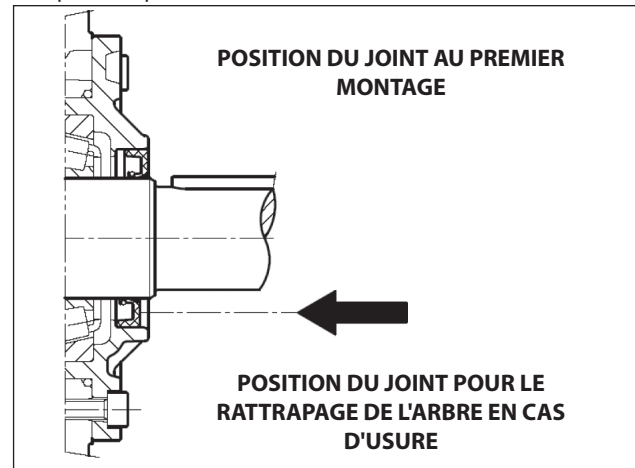

Fig. 7
- Avant de procéder au montage du couvercle latéral côté P.T.O., vérifier les conditions de la lèvre d'étanchéité du joint radial et de la zone de contact relative sur l'arbre. S'il s'avère nécessaire de remplacer le joint, placer le nouveau en utilisant l'outil approprié (réf. 27904800) comme le montre la Fig. 7.
Si l'arbre de la pompe présente une usure diamétrale dans la zone de contact avec la lèvre d'étanchéité, afin d'éviter l'opération de rattrapage, il est possible de repositionner le joint en butée avec le couvercle, comme l'indique la Fig. 7.